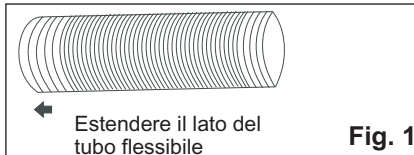
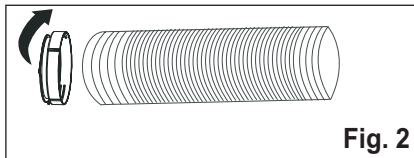

Fig. 1
Fig. 2
1. Allungare l'estremità opposta del tubo flessibile (Fig. 1) e avvitare il tubo flessibile sull'adattatore A (Fig. 2).